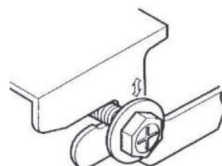

Рисунок 7
5. Поднимите блок и сдвиньте его вперед до выемки. (см. рис.7)